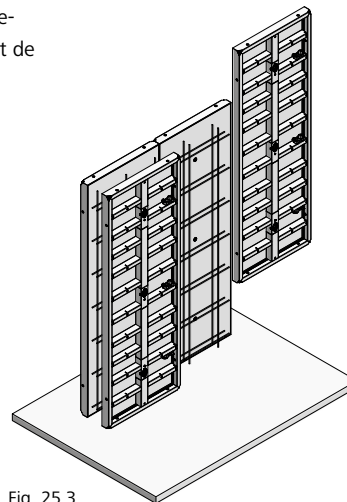

Fig. 25.3
2. Installer la bande de fermeture (Fig. 25.3).